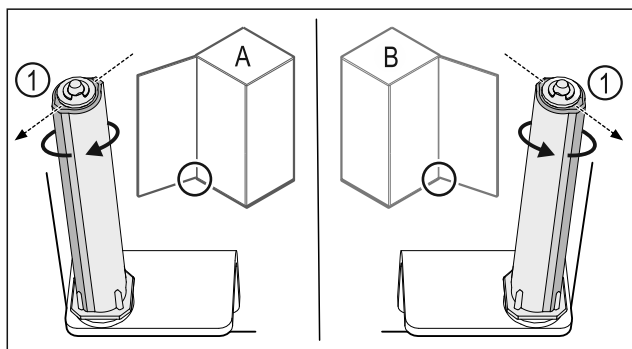

Fig. 43 Hapja majtas (A) / Hapja djathtas (B)
- ▶ Rrotulloni sistemin e mbylljes kundër rezistencës, derisa shufra e sistemit të mbylljes Fig. 43 (1) të jetë drejtuar nga jashtë.